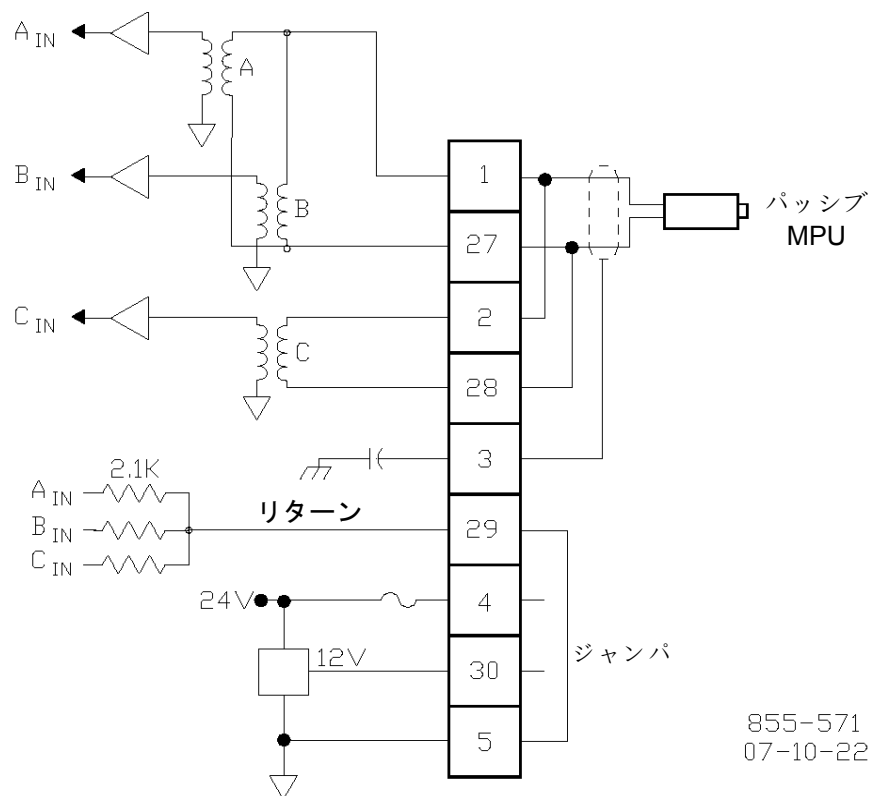

図 4-5. MPU インターフェース配線図の例(チャンネル 1 を示す)
スピードチャンネル4は、近接プローブを受けるように設定されなければなりません。近接プローブは、非常に遅いスピードの感知に使用することができます。近接プローブでは、0.5 Hzという低いスピードを感知することができます。5009FT制御システムは、スロースピードスイッチとしてプログラムされたリレー出力を使って、タービン回転ギヤをオン/オフするようにプログラムすることができます。近接プローブの配線概略図については図4-5を参照してください。
- 近接プローブのみ—図4-5に示すようにジャンパを「A&B入力」と「C入力」に取り付けてノイズの問題を防がなければなりません。